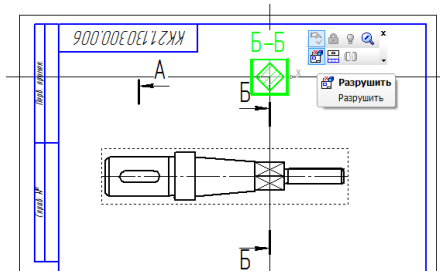

Рис. 37
21.3.3 Щелкнуть левой кнопкой мыши на пунктирную линию вокруг квадрата (область выделится зеленым цветом), в появившемся окне выбрать команду **Разрушить/ОК** (см. рис. 37).